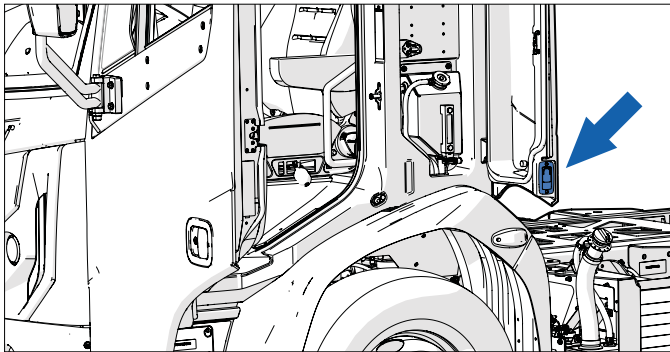

Figure 20 - Poignée du panneau d'accès
1. Ouvrez la porte du conducteur et localisez la poignée noire au bas du panneau d'accès (**Figure 20**).